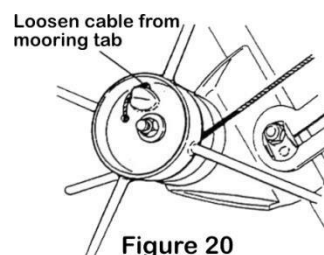

Figure 20
1. Eliberați tensiunea de pe cablul de oțel până când acesta este complet slăbit în linia de ancorare trolii. Trageți cablul prin orificiul din tamburul troliului (Fig. 20).